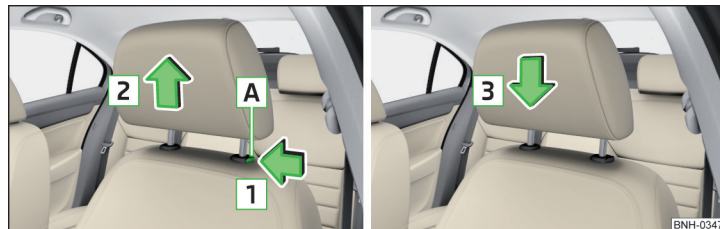

Fig. 59 Scoaterea/introducerea tetierei din față
- Pentru **scoatere**, mențineți tasta de siguranță **A** în sensul săgeții **1** și scoateți tetiera în sensul săgeții **2** » fig. 59.